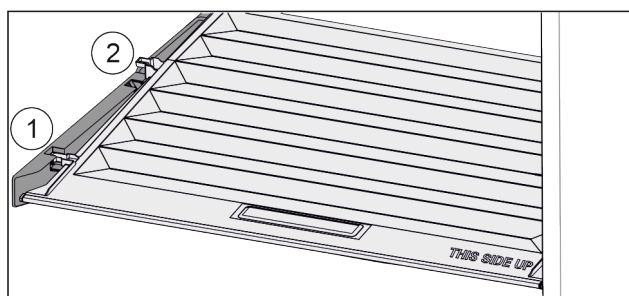

Fig. 107
- ▶ Træk dækslet fremad til åbning i holdedelene Fig. 107 (1).
- ▶ Løft nedefra og bevæg det opad og ud Fig. 107 (2).